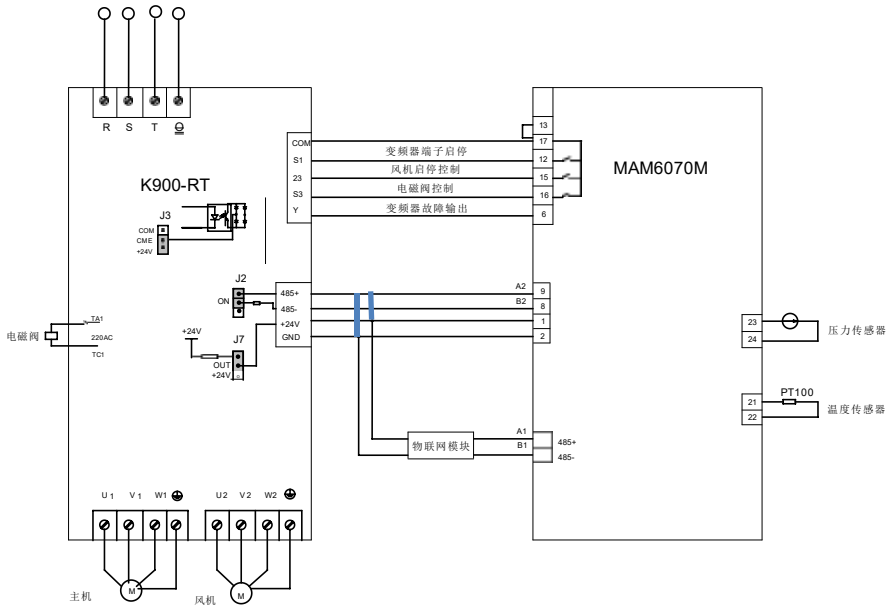
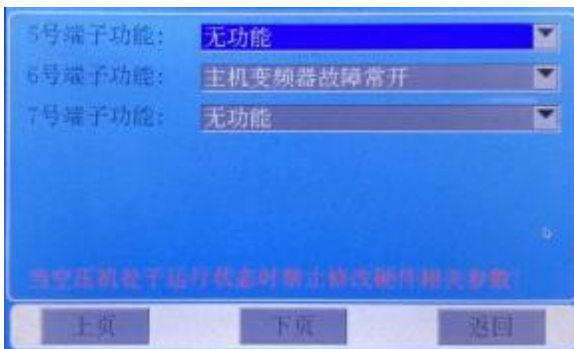

图 4-13 普乐特控制器 6070M+K900-RT 变频器接线
图 4-19 硬件参数设置界面
- 2、按照图 4-13 所示进行跳线，设置变频器功能码 F06.01=5，设置普乐特控制器的校准参数“相序保护值”为 0，屏蔽“相序错误 1”，如图 4-20 所示；设置普乐特控制器硬件参数：6 引脚设置为主机变频器故障常开，如图 4-19 所示；设置完成即可使用主机变频器故障端子输出。